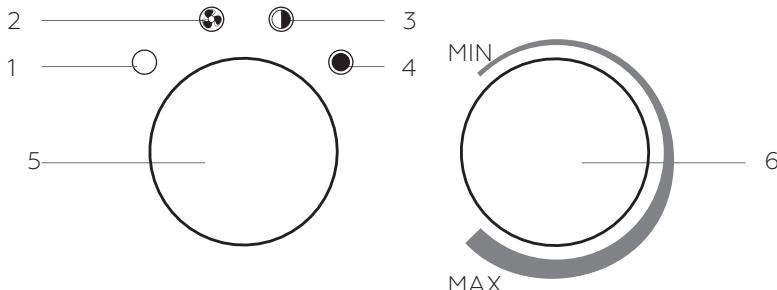

Рисунок 4
Извлеките пушку из картонной коробки. Сохраните коробку для межсезонного хранения. Убедитесь, что клавиши переключателя 5 (см. Рис. 4) находится в положении «О», а ручка терморегулятора 3 повернута в крайнее против часовой стрелки положение «MIN». Во избежание перегрузки электросети не рекомендуется подключать обогреватель к розетке, к которой подключены другие электроприборы большой мощности.
Для включения прибора в режиме вентиляции (без нагрева) переведите ручку переключателя (5) в положение «●», (см. Рис. 4), при этом начинает работать вентилятор. Чтобы отключить режим вентиляции и выключить прибор, переведите ручку переключателя (5) в положение «○». Если температура окружающего воздуха выше, чем установленная терморегулятором, пушка работает в режиме вентиляции без нагрева. Если температура окружающего воздуха ниже, чем установленная терморегулятором, пушка работает в режиме вентиляции с нагревом (мощность нагрева зависит от положения клавиши переключателя). Ручкой терморегулятора (6) устанавливается требуемая температура воздуха в помещении. Терморегулятор поддерживает заданную температуру путем автоматического отключения и включения электронагревателя (примерный диапазон поддерживающей температуры от 0 до +40 °C). Для увеличения желаемой температуры поверните ручку терморегулятора по часовой стрелке, для уменьшения – против часовой стрелки.
Переведите кнопку включения/выключения в положение «●» (см. Рис. 4) и выньте. Подождите пять – десять минут. Это необходимо для охлаждения ТЭНов прибора. Переведите ручку (5) в положение «○» (выключено). Отключите прибор от сети не ранее чем через десять минут после работы вентилятора или после того, как прибор в течении десяти минут будет находится в режиме «○» (выключен).